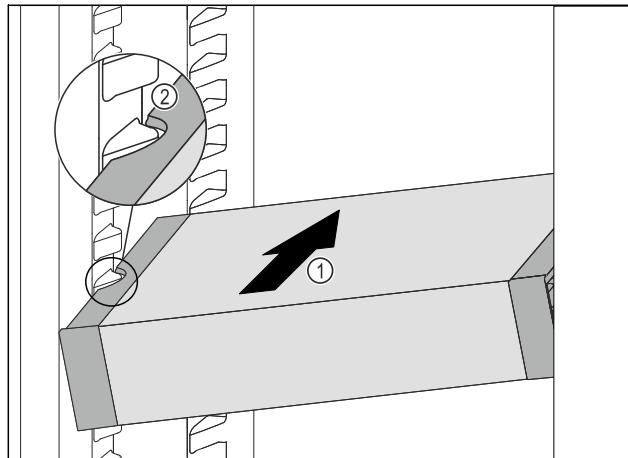

Fig. 47
- Zasuňte VarioSafe do chladničky pod úhlem tak Fig. 47 (1), aby vybrání na bocích Fig. 47 (2) VarioSafe byla na úrovni žebrování na nádoby v chladničce.